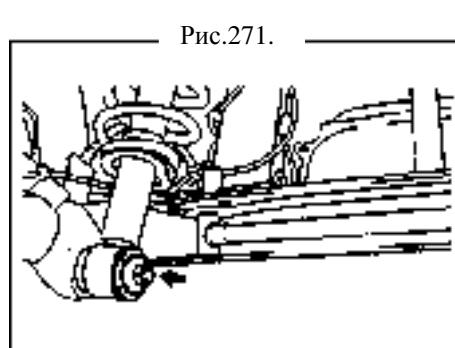

Рис.271.
22. Полностью заблокируйте заднюю левую стойку (рис.271).